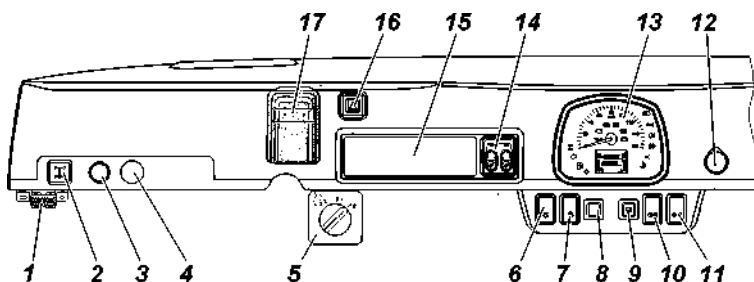
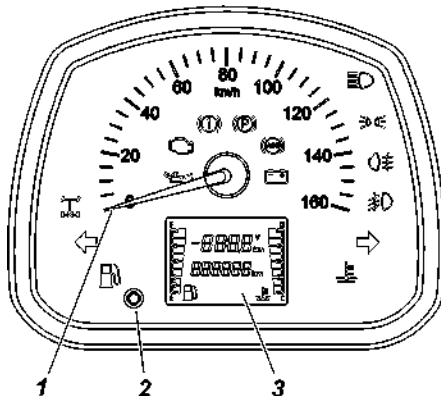

Рис. 3.3. Панель приборов (наименование позиций см. в тексте)
Рис. 3.4. Комбинация приборов (наименование позиций см. в тексте)
- 1 -панель приборов (рис. 3.3);
На панели приборов (рис. 3.3) расположены:
Для включения блокировки нажмите и удерживайте кнопку 2 на панели приборов (рис.3.3) до включения сигнализатора блокировки дифференциала заднего моста (рис. 3.4).
сигнализатор  неисправности ABS и сигнализатор  неисправности электронного регулятора тормозных сил (EBD) (рис. 3.4). **В связи с тем, что сигнализатор EBD совмещен с сигнализатором неисправности рабочих тормозов, допускается эксплуатация автомобиля с включенным сигнализатором неисправности тормозов красного цвета только при активной блокировке дифференциала.**
Ручное выключение блокировки возможно в любой момент повторным нажатием и удержанием кнопки 2 (рис. 3.3) до выключения сигнализатора  блокировки дифференциала заднего моста (рис. 3.4). Кроме этого, выключение происходит автоматически при выключении зажигания, или при превышении скорости 30 км/час. После выключения блокировки сигнализаторы ,  и  в комбинации приборов (рис. 3.4) гаснут.
На рис. 3.4 изображена комбинация приборов.